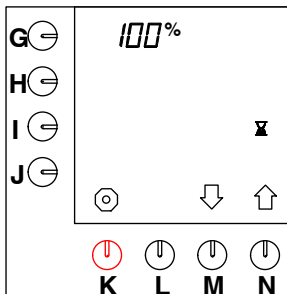

Fig. 35 Pausetid 100 %
- Tryk på valgknappen (**N**)↑, indtil fig. 35 vises i displayet.